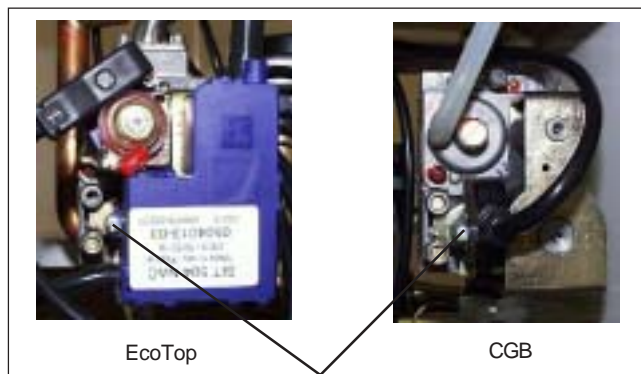

Figura 1: vite di fissaggio spina
- Svitare la vite di fissaggio dal trasformatore di accensione per EcoTop oppure la spina Molex per CGB (vedi figura 1).